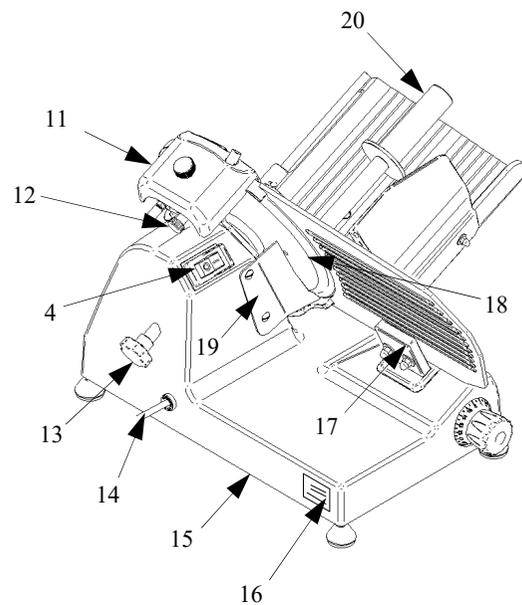

ABB. Nr. 1 - Gesamtansicht der Aufschnittmaschine
- Mikro, das bei der Entfernung vom Läufer des Messerschutzes den Stopp der Maschine bewirkt (siehe Abb. Nr. 1), und das Anstellen der Maschine nicht erlaubt, wenn der Schutz nicht in geschlossener Position ist.